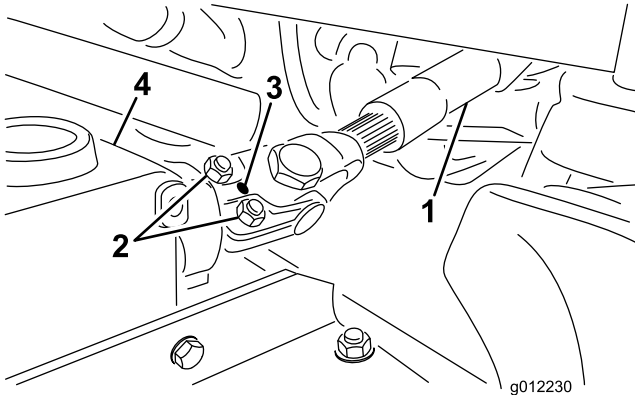

図 4
- A. ヨークとギアボックスのシャフトからロールピンを取り外す（図 4）。
- B. キャップスクリュー（2本）とロックナットをゆるめる（図 4）。
- C. ロールピンを使って、ヨークを刈り込みデッキのギアボックスに固定する（図 4）。
- D. ヨークとギアボックスを接続しているロックナットを締め付ける（図 4）。